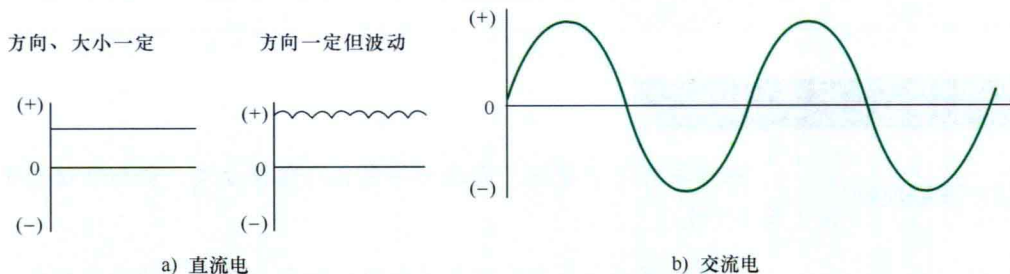

图 1-2 直流电与交流电的特点
3) 电流中既有流动方向和大小都是一定的(直流),也有方向和大小随着时间而变化的(交流),如图 1-2 所示。